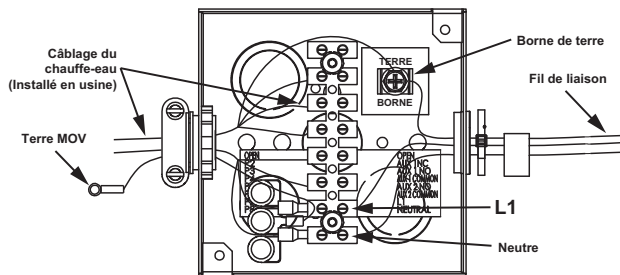

Figure 53
3. Connecter le fil chaud 120 V c.a. provenant de l'alimentation en électricité au fil noir ou à l'emplacement marqué « L1 » du bloc de jonction à l'intérieur de la boîte de jonction située sur le dessus du chauffe-eau. Si le fil de liaison noir est utilisé, faire la connexion à l'intérieur de la boîte de jonction avec un serre-fils de bonne dimension et enrouler du ruban isolant autour du serre-fils et de l'extrémité du fil. Voir boîte de jonction Figure 53 et schéma de câblage Figure 62 à la page 65.
4. Connecter le fil neutre 120 V c.a. provenant de l'alimentation en électricité au fil blanc ou à l'emplacement marqué « Neutre » du bloc de jonction à l'intérieur de la boîte de jonction située sur le dessus du chauffe-eau. Si le fil blanc est utilisé, faire la connexion à l'intérieur de la boîte de jonction avec un serre-fils de bonne dimension et enrouler du ruban isolant autour du serre-fils et de l'extrémité du fil. Voir la Figure 53 de la boîte de jonction à la page 40 et le schéma de câblage Figure 58 à la page 65.
- Connecter le fil de terre provenant de l'alimentation en électricité au fil de liaison vert ou à l'emplacement de la borne de terre à l'intérieur de la boîte de jonction située sur le dessus du chauffe-eau. Si le fil de liaison vert est utilisé, faire la connexion à l'intérieur de la boîte de jonction avec un serre-fils de bonne dimension et enrouler du ruban isolant autour du serre-fils et de l'extrémité du fil. Voir boîte de jonction Figure 53 et schéma de câblage Figure 62 à la page 65.